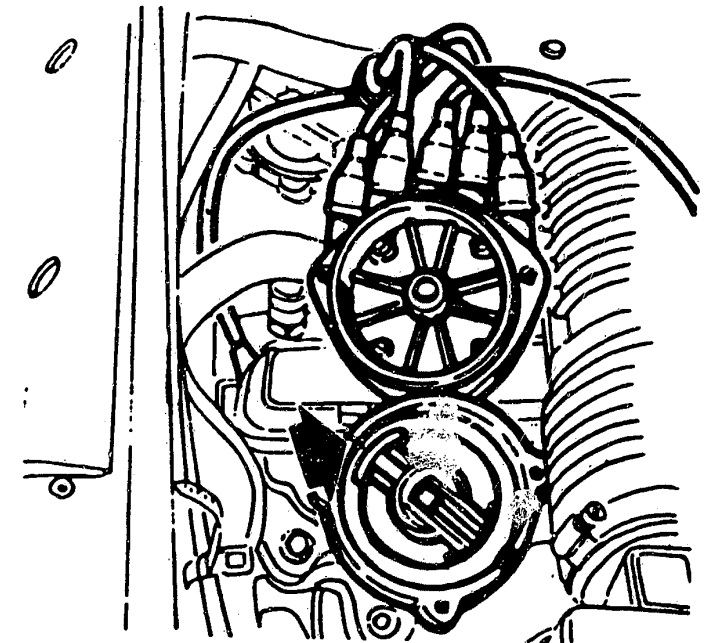

Bild 46 Argenta 120i.e.: Einbaulage des Zündverteilers der Digiplex-Zündanlage. Der Motor steht im Zünd-OT des 4. Zylinders.
a) Beim **Einbau des Zündverteilers** ist der Motor auf den OT zu stellen, bei dem der **4. Zylinder (!)** zündet. In dieser Position muss der Rotor auf die im Verteilergehäuse angebrachte Markierung zeigen (Bild 46).